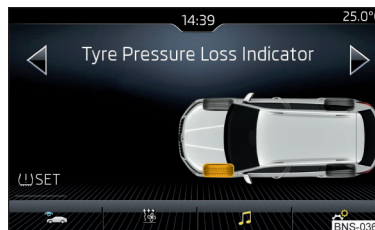

Fig. 313
- ▶ Atingeți suprafața de comandă funcții (U) **SET** » fig. 313.
Când lampa de control luminează (U) în panoul de bord, pe Infotainment se poate afișa anvelopa afectată » fig. 313.